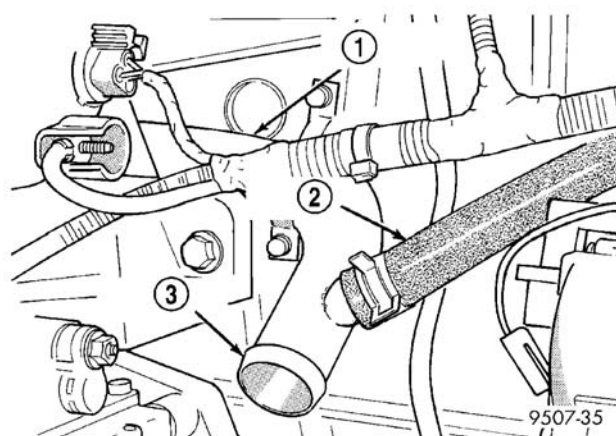

图 33 水泵进水管处软管接头
- （3）从进水管处拆下散热器下软管（图 7）以及暖风装置软管（图 33）。
- （5）转动管子，以便将其从发动机缸体上拆下。（图 33）。